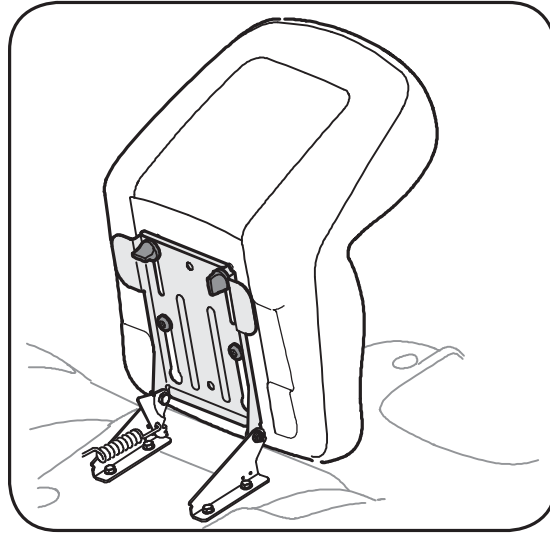

Figure 3-5
1. Placez les vis à épaulement (qui se trouvent sur la base du siège) dans les fentes du support de pivotement du siège. Voir la Figure 3-5.
3. Choisissez la position voulue et maintenez le siège en place avec les deux boutons enlevés plus tôt. Voir la Figure 3-5.
4. Pour ajuster la position du siège sur les modèles à réglage par boutons, desserrez les deux boutons en-dessous du siège. Voir la Figure 3-5. Avancez ou reculez le siège à la position désirée. Resserrez les deux boutons.